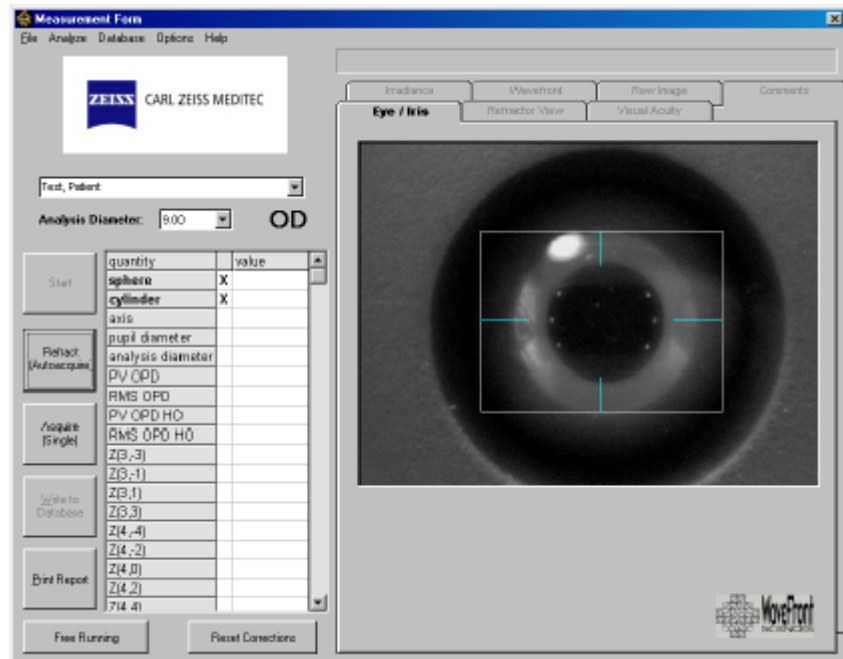

Fig. 47 Janela "Measurement Form – Eye / Iris"
- Examine os seis pontos mostrados nesta figura capturada da tela (Fig. 47). Sua nitidez é um bom critério para o posicionamento.